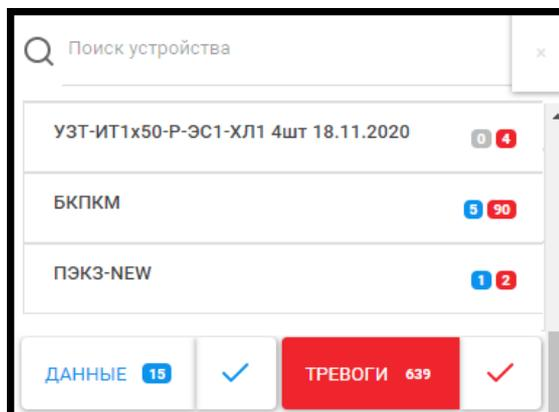

Рисунок 26 – Активация фильтра «Тревоги»
2.5.5.3 При нажатии на кнопку «Тревоги» включится фильтр по устройствам, имеющим значок «тревожные данные», в результате чего кнопка окрасится в красный цвет, а в списке устройств останутся только те группы, которые содержат устройства со значком «тревожные данные» (рисунок 26).